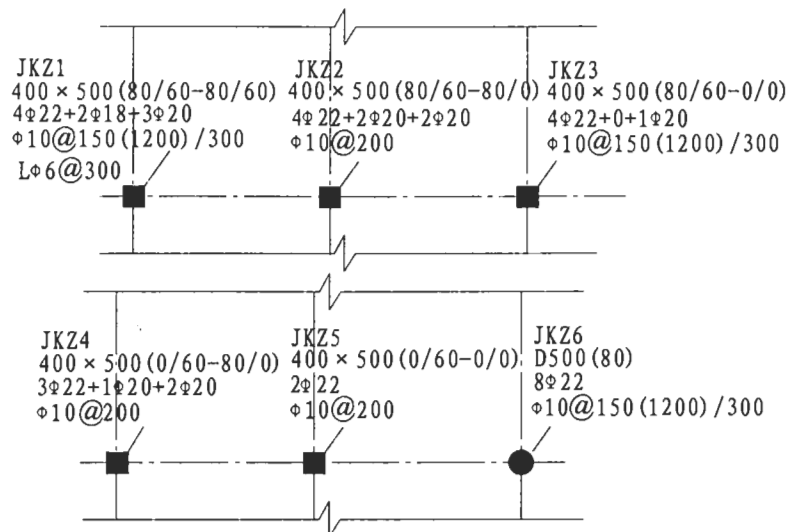

图 2.4.3 加大截面加固柱平面注写方法示例
2.4.3 加大截面加固柱施工图采用平面注写方法绘制时，应注写的内容包括：柱编号、原柱截面尺寸、加大截面后增加的厚度、新增纵筋和新增箍筋，见表 2.4.3 和图 2.4.3。
柱编号	见图 2.4.3
原柱截面尺寸及截面增加的厚度	见图 2.4.3
新增纵筋	见图 2.4.3。 例：4 Φ 22+2 Φ 18+3 Φ 20，表示纵筋为 HRB335 钢，4 根角筋，直径为 22；沿宽度 b 方向截面中部配 2 根钢筋，直径为 18；沿高度 h 方向截面中部配 3 根钢筋，直径为 20
新增箍筋	见图 2.4.3
拉筋	见图 2.4.3